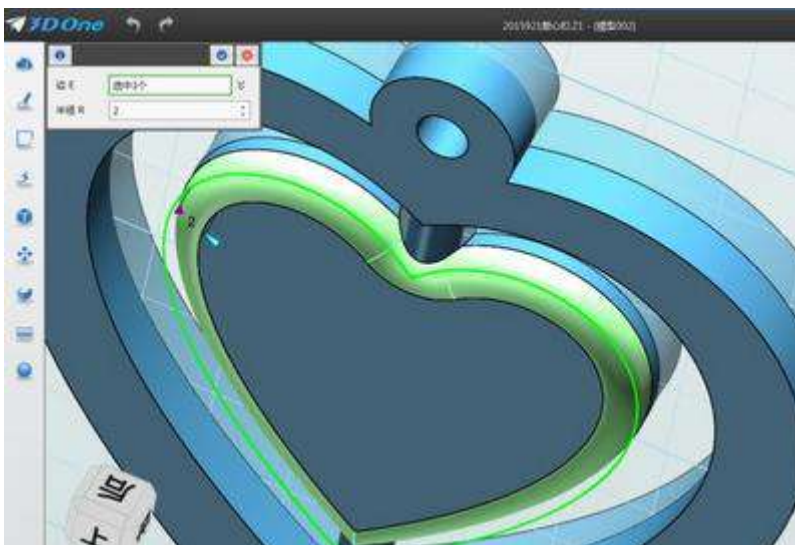

图 1-17
Step 17 材质渲染，使用材质渲染命令 ，对球体进行渲染，如下图 1-17 所示：
Step 17 点击“特征造型”，选择“圆角”功能，选择正面的三条边，倒角确定，同理，把反面的中间圆心倒角。度数为 2，如下图 1-17 所示：